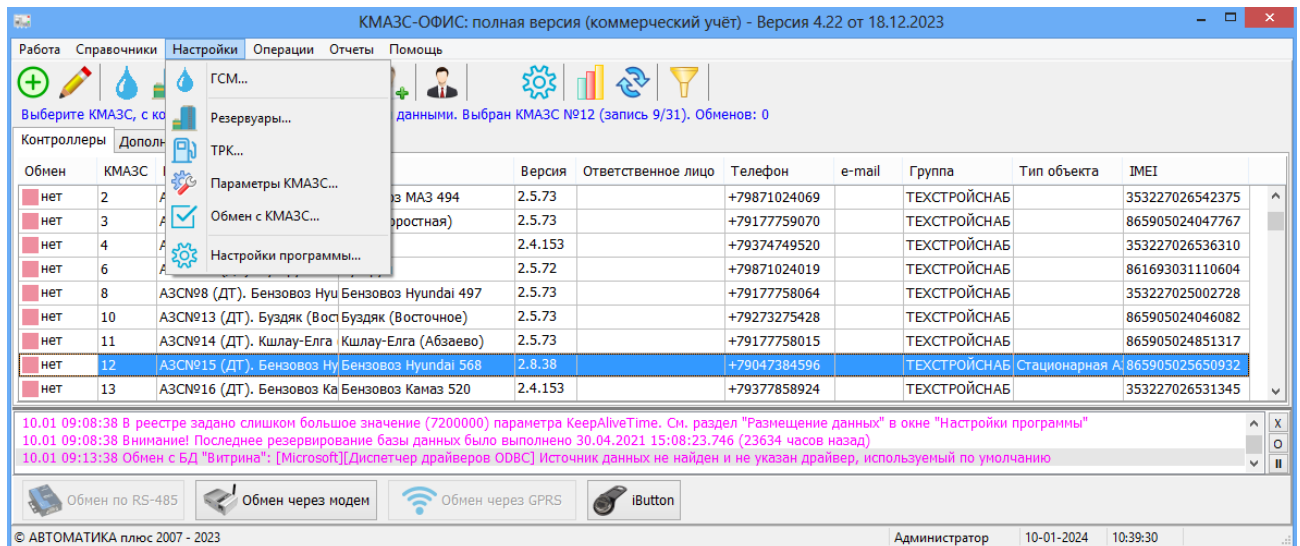
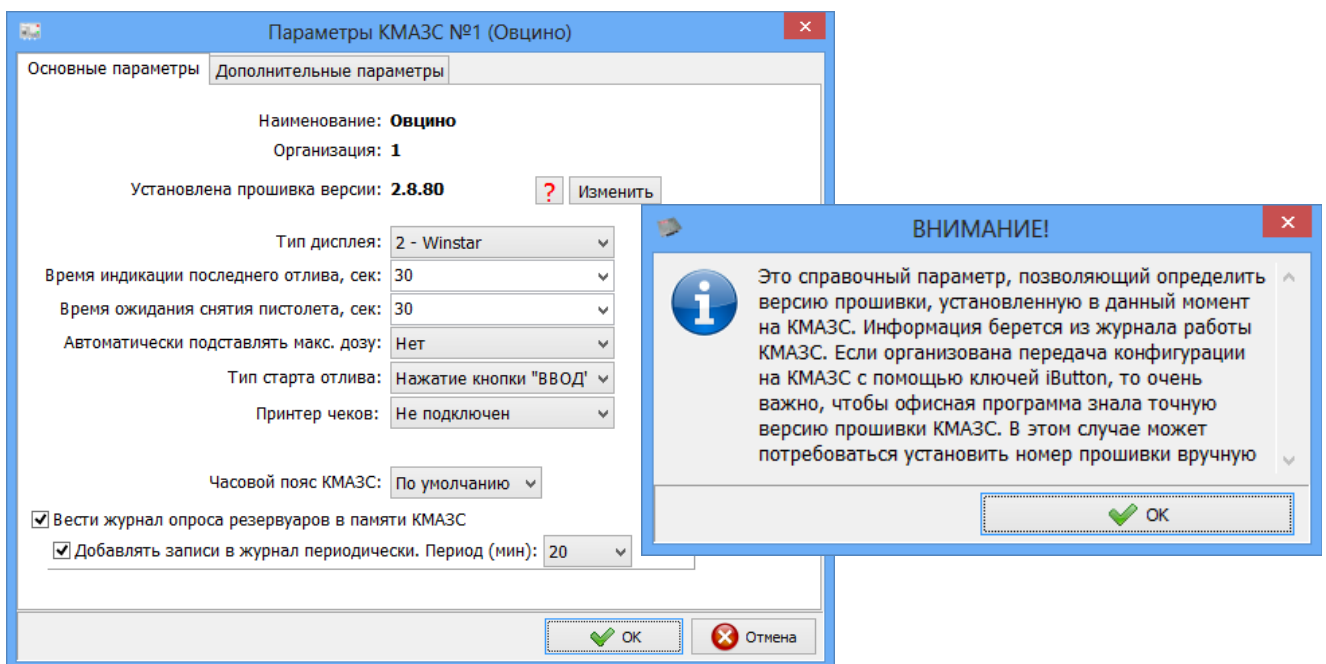

Рис. 25
Рис. 26
В окне «Параметры КМАЗС» (меню Настройки\Параметры КМАЗС(рис.25)) можно посмотреть и задать следующие параметры (рис. 26):
Примечание. Если принтер чеков подключен, то можно задать «Печатать цену и сумму в чеке» (рис.26)
- Примечание.** При нажатии на «?» можно прочитать справочную информацию о версии прошивки (рис. 26).
На закладке «Дополнительные параметры» можно задать следующие параметры (Рис. 26б):
Для задания настроек размещения данных необходимо запустить программу KMAZSOfficeNet.exe от имени администратора. В меню Настройки\Настройки программы (рис.25)\Размещение данных в поле Имя/Адрес компьютера задается имя компьютера на котором находится база данных КМАЗС (это для сетевой модели, когда ПО КМАЗС-ОФИС установлено на нескольких компьютерах, а база данных КМАЗС находится только на одном).